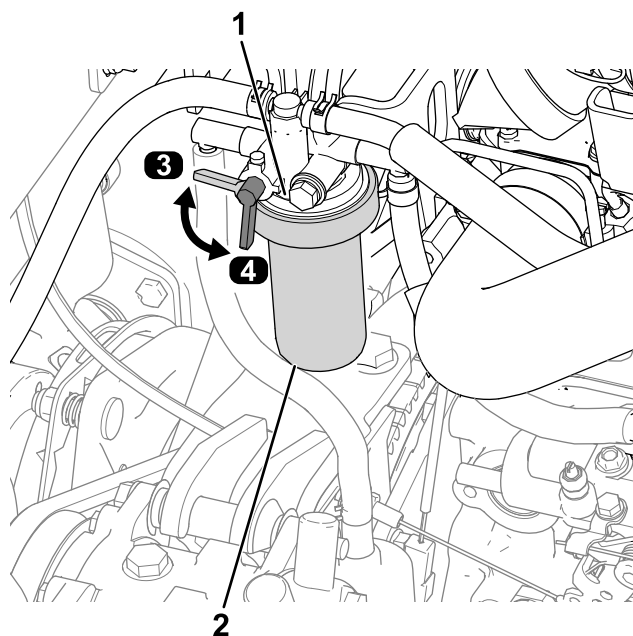

Figura 59
1. Rotiți maneta ventilului pentru combustibil în poziția OPRIT (Figura 59).
2. Curățați zona din jurul capătului filtrului de combustibil (Figura 59).
3. Scoateți filtrul și curățați suprafața de montare a capătului filtrului (Figura 59).
6. Rotiți maneta ventilului pentru combustibil în poziția PORNIRE (Figura 59).